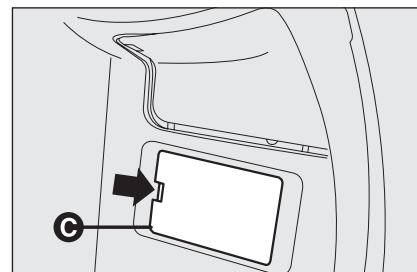

fig. 43
- aprire lo sportello **C-fig. 43** di accesso alla centralina fusibili agendo nel punto indicato dalla freccia.